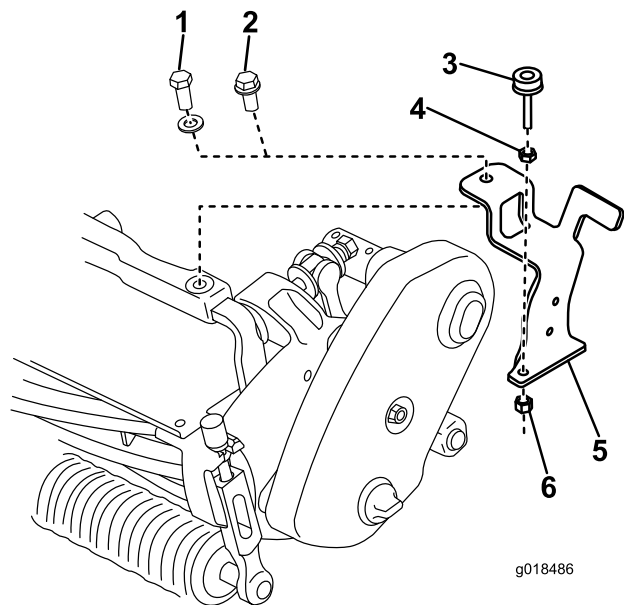

Рисунок 2
- На моделях Flex 1800/2100 прикрепите кронштейн щетки к передней раме и выступу при помощи болта с фланцевой головкой ($\frac{3}{8}$ x 1 дюйм), как показано на Рисунок 2.
- На моделях Flex 18/21 прикрепите кронштейн щетки к передней раме и выступу новым болтом (M10 x 30 мм) и шайбой, которая ранее была снята (Рисунок 2).
4. Без затяжки закрепите винт регулировки уровня на кронштейне щетки зажимной гайкой (5/16 дюйма) и контргайкой (5/16 дюйма), как показано на Рисунок 2.